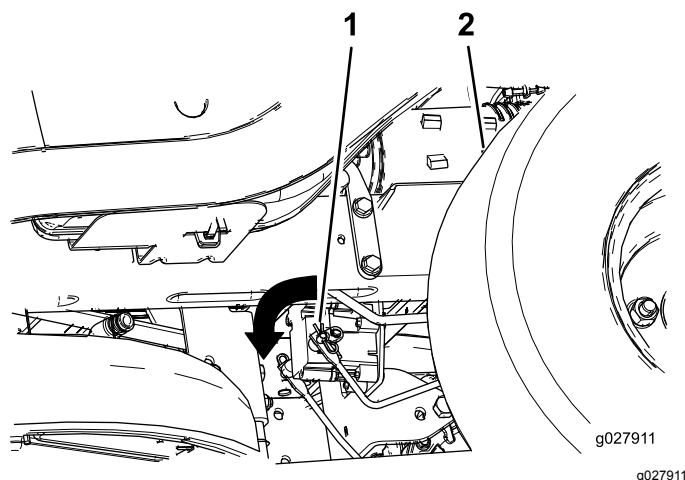

Figura 56
3. Individuate l'albero sul freno elettrico in cui sono collegati i bracci di attacco del freno (Figura 56).